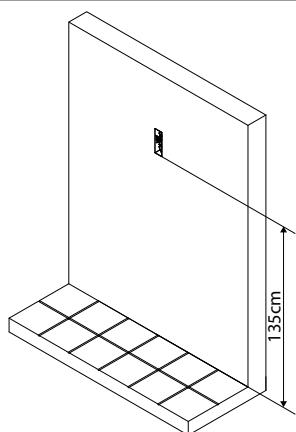

Fig. 1
1. Proteggendo i fori di fissaggio del citofono alla scatola da incasso, murare a filo muro la scatola da incasso in posizione verticale lasciando circa 135cm tra la parte inferiore della scatola e il pavimento come mostrato in **Fig. 1**;